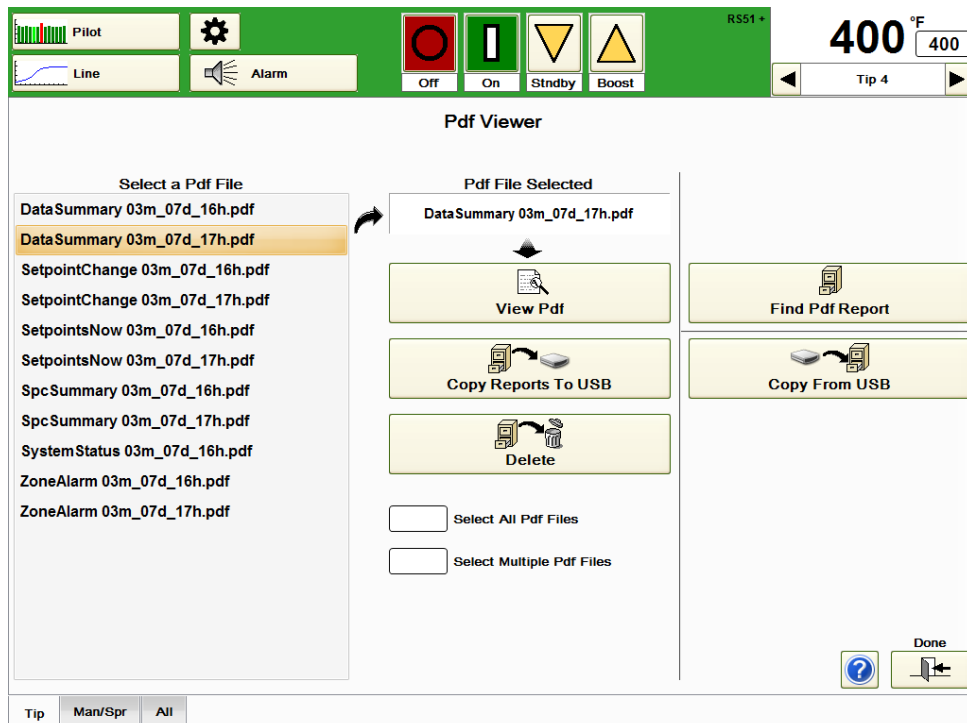

Abbildung 24b PDF-Viewer (PDF-Viewer)
PDF anzeigen: Drücken Sie diese Taste, um sich den in Abbildung 24b dargestellten Bildschirm anzeigen zu lassen.
- 1) Drücken Sie die in Abbildung 24b gezeigte Taste **Bericht suchen**.